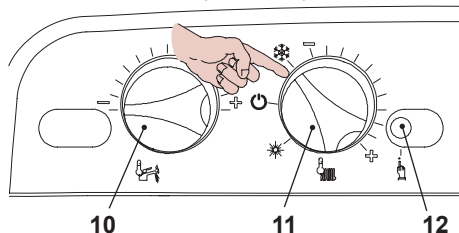
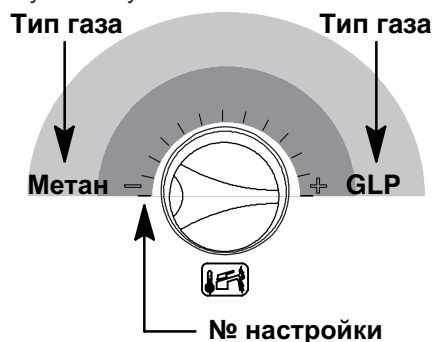

Рисунок 8.4
Рисунок 8.9
- Установите регуляторы 10 и 11 так, как показано на рисунке Рисунок 8.4
- Чтобы настроить тип газа, войдите в режим программирования, нажав и удерживая в течение 15 секунд кнопку перезапуска 12, см. Рисунок 8.4, пока
- Нажмите кнопку перезапуска 12, см. Рисунок 8.4, и пролистайте параметры до P05, предназначенного для настройки типа газа. На ЖК-дисплее последовательно отобразятся следующие символы (параметр P05 будет загораться поочередно с 01).
Пример: если котел будет питаться сжиженным газом (G31), но настроен на питание метаном (G20), установите регулятор 10, см. Рисунок 8.4, как показано на рисунке Рисунок 8.9.
- Нажмите кнопку перезапуска 12, см. Рисунок 8.4, и пролистайте параметры до **P06**, предназначенного для настройки типа газа (второго уровня). На ЖК-дисплее последовательно отобразятся следующие символы (параметр **P06** будет загораться поочередно с **01**).
- Чтобы изменить настройку, поверните регулятор температуры в системе горячего водоснабжения 10, см. Рисунок 8.4, и установите его в выбранное положение, см. также Рисунок 8.9.